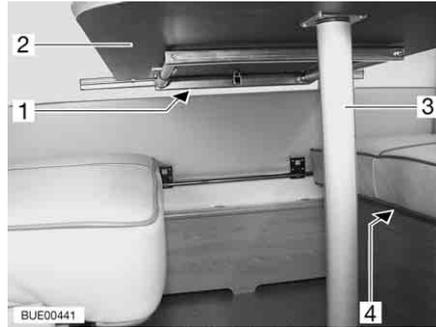
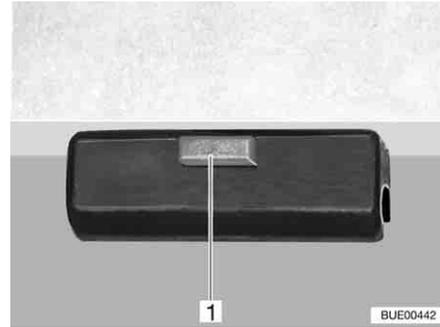

Fig. 76 Transformación en cama
Fig. 77 Bloqueo
- Levantar ligeramente por delante el tablero de la mesa (Fig. 76,2).
- Desatornillar la pata de la mesa (Fig. 76,3) y dejarla a un lado.
- En el bloqueo (Fig. 76,1) pulsar el botón de desbloqueo (Fig. 77,1).
- Colocar el tablero de mesa en los alojamientos (Fig. 76,4) de los bancos de asiento.